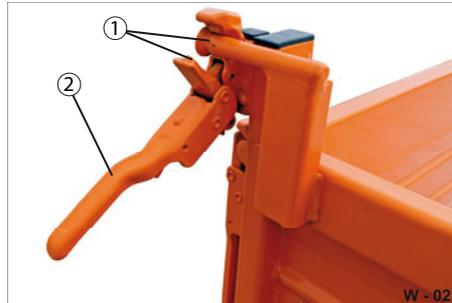

Abb. 15 Verschlüsse
- ▶ Entriegeln Sie die Verschlüsse (Abb. 15/2) der jeweiligen Bordwand.
- ▶ Säubern Sie die Schmier- / Lagerstellen (Abb. 15/1) mit einem sauberen, trockenen Lappen.